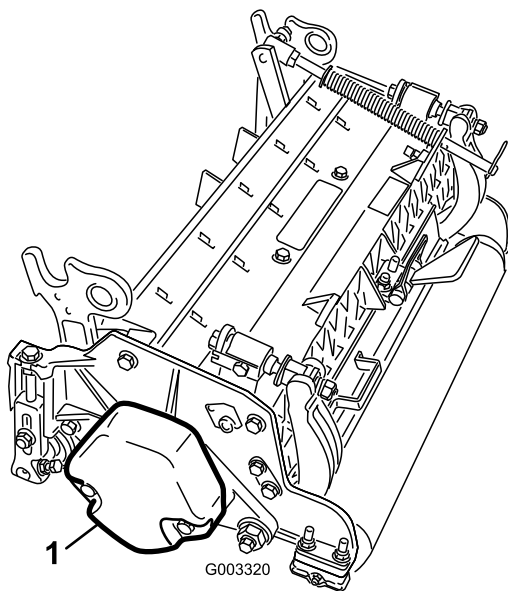

Figura 11
1. Sugli apparati di taglio n° 2, n° 4 e n° 6, togliete le due viti a testa cilindrica che fissano il contrappeso all'estremità sinistra dell'apparato di taglio. Togliete il contrappeso (Figura 11).